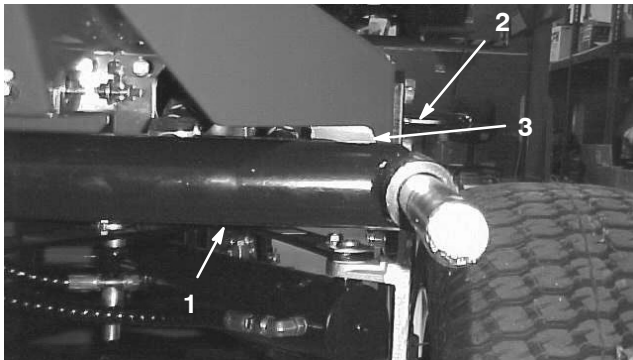
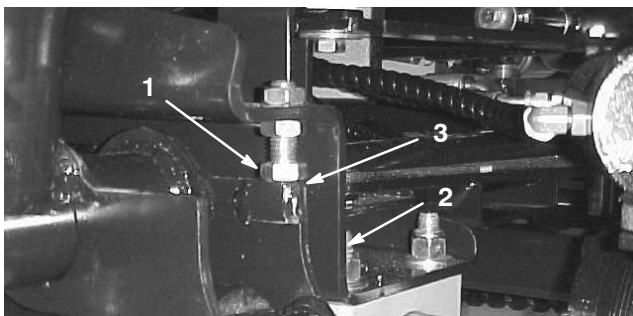
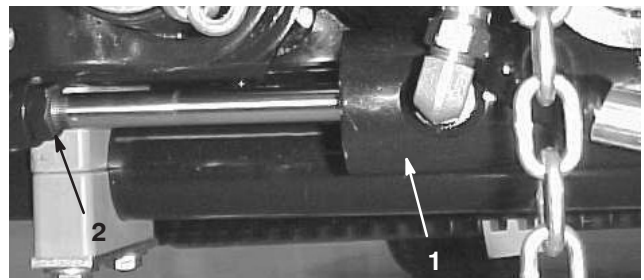

Bild 6
Bild 7
Bild 8
1. Starten Sie den Motor, heben die Mähwerke an und prüfen, ob der Abstand zwischen jedem Hubarm und dem Bügel auf der Bodenplatte zwischen 5 und 8 mm liegt (Bild 6). Drehen Sie die Anschlagschrauben (Bild 7) zurück und stellen den Zylinder so weit ein, dass sich der richtige Abstand ergibt, wenn der Abstand davon abweicht. Drehen Sie die Klemmmutter am Zylinder zu dessen Einstellung zurück (Bild 8), entfernen den Stift aus dem Stangenende und drehen den Lastbügel. Montieren Sie den Stift und prüfen den Abstand nach. Wiederholen Sie diesen Vorgang nach Bedarf. Ziehen Sie nun die Klemmmutter am Lastbügel fest.
2. Prüfen Sie, ob der Abstand zwischen jedem Hubarm und der Anschlagschraube zwischen 0,13 und 1,02 mm liegt (Bild 7). Justieren Sie die Anschlagschrauben, bis sich der richtige Abstand ergibt, wenn der Abstand davon abweicht.